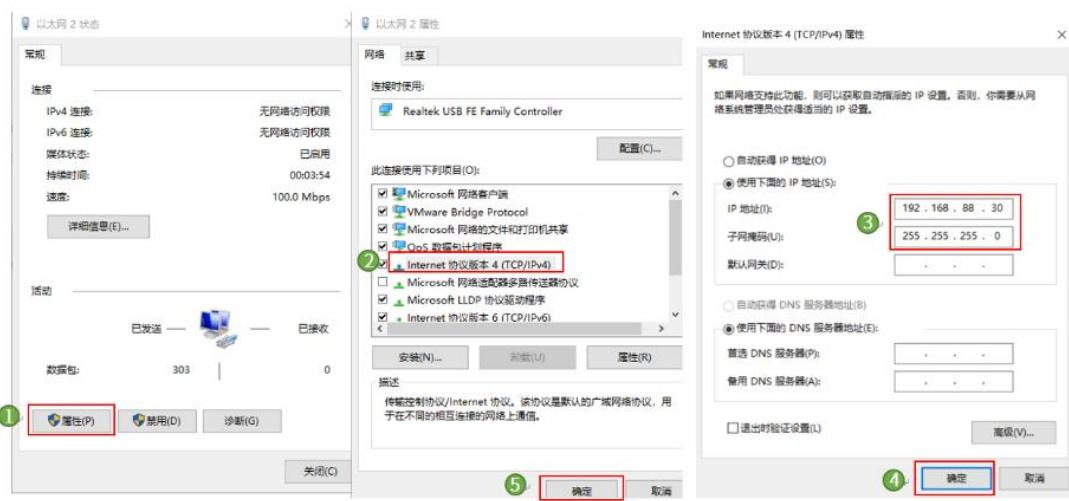

图13-4 工程详细
1. Q1-1300-D PORT1的默认IP地址为192.168.188.100, PORT2的默认IP地址为192.168.88.100。此次实验使用PORT2, 打开以太网设置, 点击【属性】→【Internet 协议版本4 (TCP/IPv4)】→修改上位机IP地址, 使其与Q1-1300-D的IP地址在同一网段(此处设置的IP地址不可与Q1-1300-D的IP地址完全一致), 最后点击【确定】，如图13-4所示。